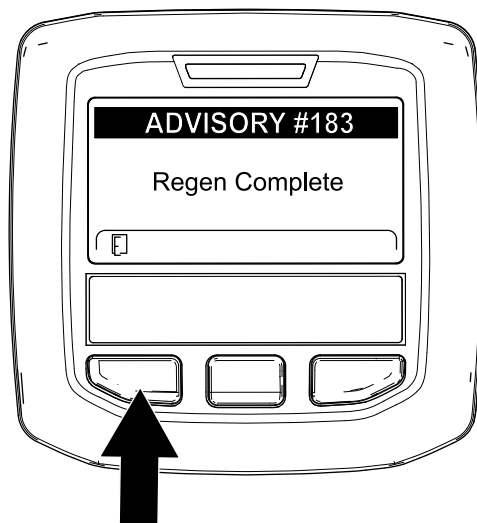

Рисунок 86
9. Когда компьютер двигателя завершает процесс стационарной или восстановительной регенерации, на дисплее инфо-центра появляется ИНФОРМАЦИОННОЕ СООБЩЕНИЕ № 183 (Рисунок 86). Для перехода на главный экран нажмите левую кнопку.